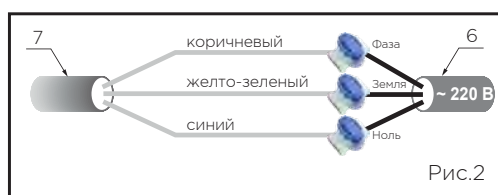

Рис.2
- подключить провод 7 к питающему проводу 6 (соблюдая требования по цветному подключению проводов: РЕ-ЗЕМЛЯ – желто-зеленый; L-ФАЗА – коричневый; N-НОЛЬ – синий) через три соединителя Scotchlok 314 8, используя ручной инструмент – пассатижи переставные (рис. 2);